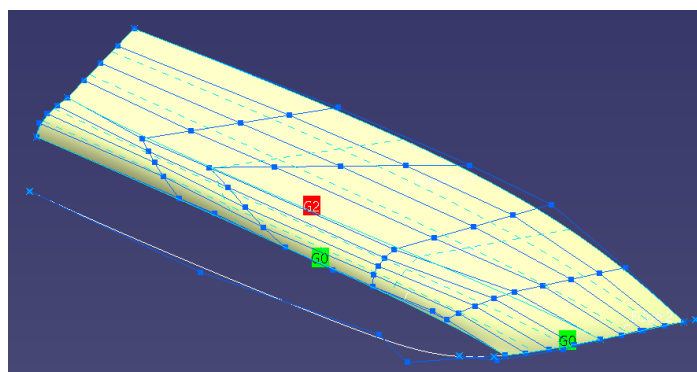
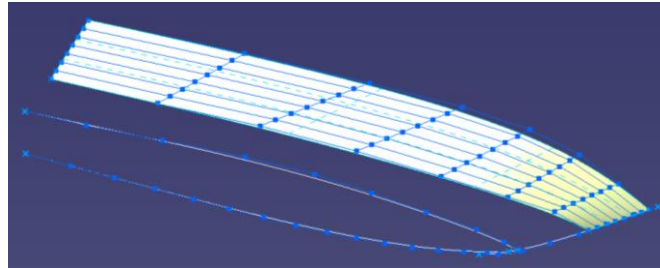
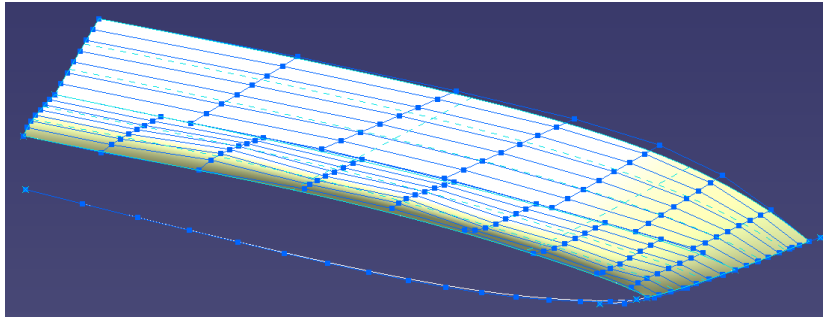

Figura 3.33 Superficie generada con las guías 1,2 y 3 sin modificar.
Figura 3.34 Distribución ordenada y homogénea de los puntos de control de la guía 4 con un orden de 10.
Figura 3.36 Distribución ordenada y homogénea de los puntos de control de la guía 5 con un orden de 16.
Se observa que presenta una forma más adecuada respecto a cómo quedaba la superficie antes de modificar las guías (Figura 3.33):
Por lo tanto la superficie quedará como en la Figura 3.34, que si lo comparamos con la Figura 3.33 vemos que hay un cambio notable.
Para la última superficie igual, aumentamos el orden de la guía 5 y colocamos sus puntos de control de forma ordenada (Figura 3.36), en este caso para conseguir G3 tenemos que aumentar el orden hasta 16 porque si no, no se logra:
En la creación de las superficies de la lancha se ha activado el siguiente icono del cuadro de diálogo de “Patch from Curves” que ayuda a que las columnas de puntos de control de la superficie generada se puedan alinear linealmente con las columnas de puntos de las superficies de apoyo adyacentes como en la *Figura 3.36*.
- Colocar las columnas de puntos de tal forma que “más o menos” una columna de puntos de control en una superficie sea la continuación de otra columna de puntos de otra superficie como se ve en la *Figura 3.36*. Ya que cuando cada columna apunta para una dirección dificulta la continuidad, como en la *Figura 3.33*.